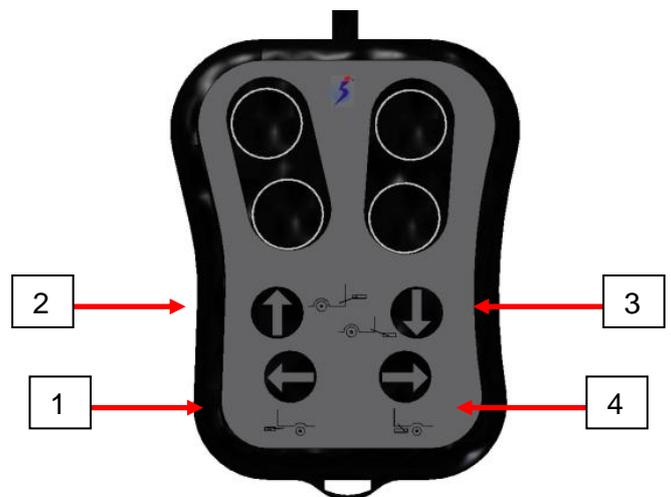

Fig. 6
Prendere la pulsantiera (Fig. 6) e collegarla alla presa fissata a pannello del veicolo, quindi premere il pulsante "1" per iniziare la fase di uscita;
Keep the remote control (Fig. 6) and connect it to the fixed control panel of the vehicle; therefore, press the push-button "1" as far as the platform reaches the extension limit position and starts lifting automatically.
- tenere premuto il pulsante di discesa "3" (Fig. 6) fino ad ottenere il raccordo automatico al suolo della ribaltina.
- Una volta sistemata la persona disabile sulla piattaforma, con le spalle rivolte al veicolo, ed aver frenato la sua sedia a rotelle, premere il pulsante di salita "2" (Fig. 6) finché la pedana non raggiunge il piano di carico.
- tenendo premuto il tasto di rientro "4" (Fig. 6) la pedana di punta inizia la manovra di chiusura sovrapponendosi pedana di base mentre anche il carrello inizia a rientrare;
- Keep the lowering push-button pressed "3" (Fig. 6) as far as obtaining the automatic ramp platform flap on the ground.
- Once having put the disabled person up on the platform, with shoulders turned towards the vehicle, and having braked the wheelchair, press the lifting push-button "2" (Fig. 6) as far as the platform reaches the loading level.
- Push by pushing the reentry button "4" (Fig. 6) the platform starts closing manoeuvre and to sliding on base platform together the acrrying start the reentry;